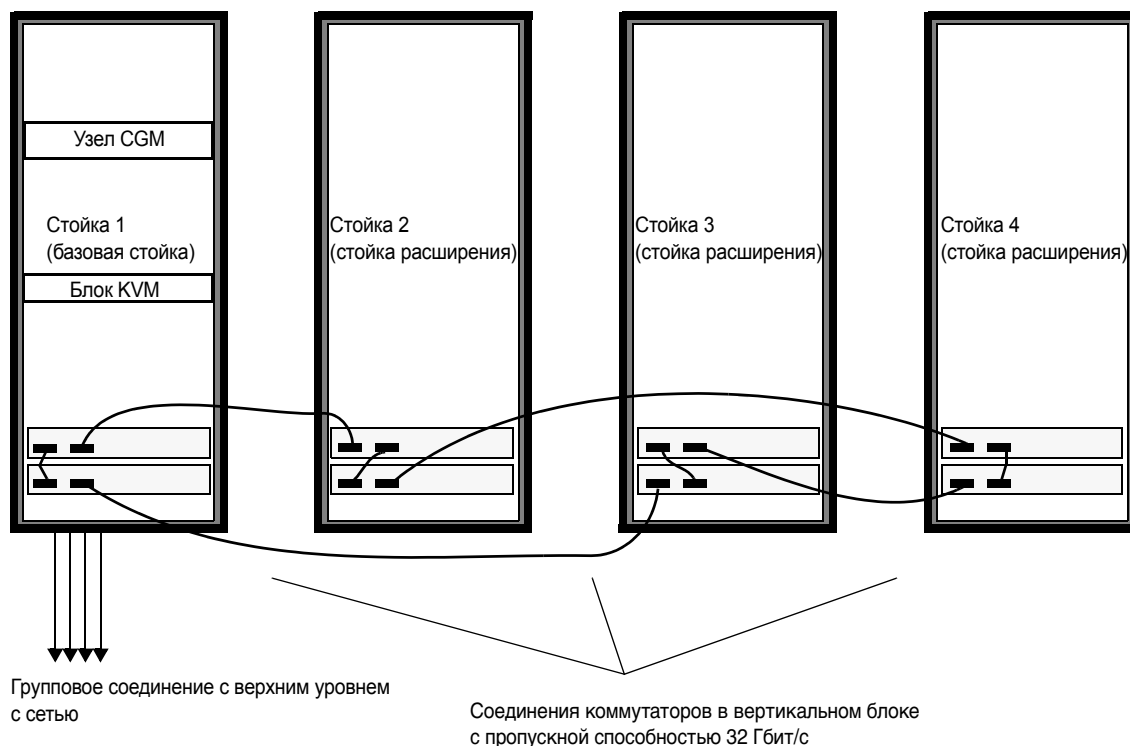

РИСУНОК 1-4 Схема кабельных соединений системы с несколькими стойками
На схеме РИСУНОК 1-4 показана система с четырьмя полностью задействованными стойками и предлагаемая конфигурация многослойного расположения кабелей. Представлены сетевые коммутаторы и их порты уплотнения. Такая конфигурация позволяет осуществить взаимное соединение данных во всех стойках и обеспечить групповое соединение с сетью от базовой стойки.
**Примечание** – Если предполагается установка стоек расширения помимо базовой системной стойки, подсоедините базовую системную стойку (стойку с узлом управления CGM) к вычислительной сети, а стойки расширения – к базовой системной стойке, как показано на РИСУНОК 1-4.